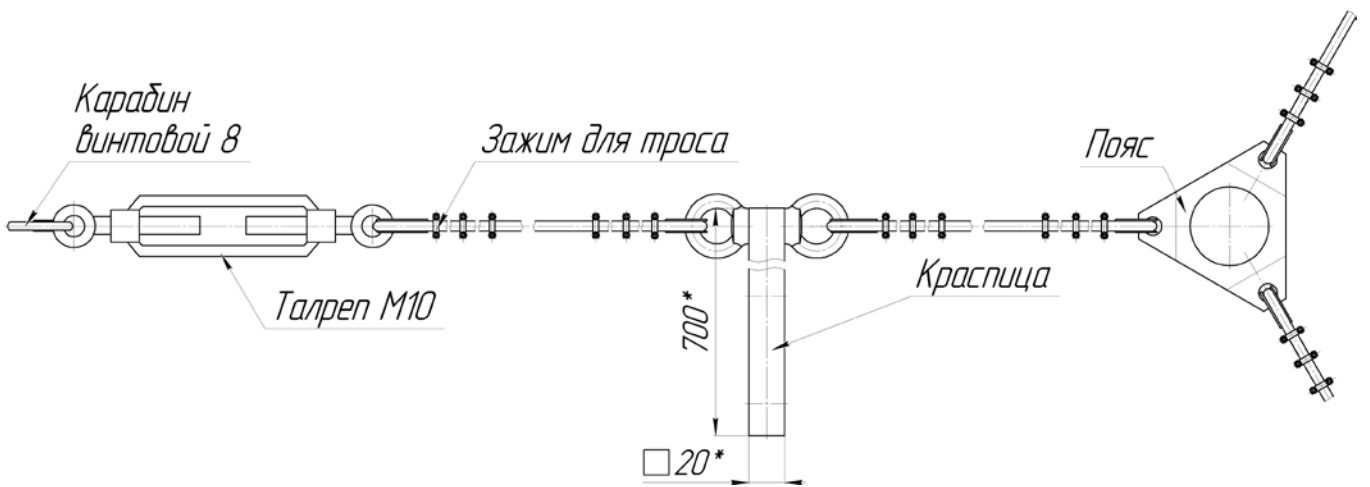

Рисунок 4 – Пояс с оттяжками и краспицами
6.1.11 Размотать оттяжки пояса с оттяжками и краспицами (рисунок 4).